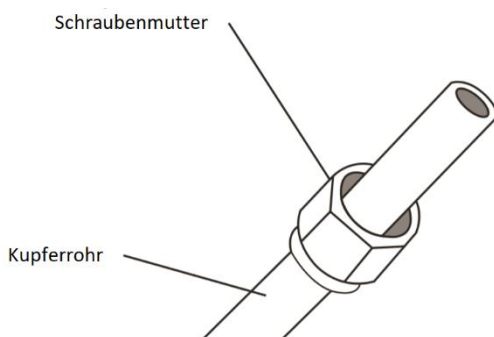

Fig. 5.3
3. Setzen Sie die Bördelmutter an beiden Enden des Rohrs an. Stellen Sie sicher, dass sie in die richtige Richtung zeigen, da Sie sie nach dem Abfackeln nicht aufsetzen oder ihre Richtung ändern können. Siehe Abb. 5.3